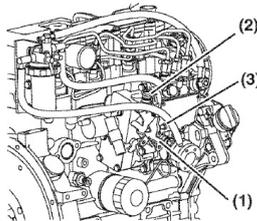

Abb. 47: Reglerhebel
Schritt 1: Sicherstellen, dass Reglerhebel (Abb. 47, Pos. 1) fest in Kontakt mit dem oberen Leerlaufanschlag (Abb. 47, Pos. 2) und der Begrenzungsschraube für die untere Leerlaufdrehzahl (Abb. 47, Pos. 3) steht, wenn die Motordrehzahlregelung in der vollen Drehzahl- oder niedrigen Leerlaufdrehzahlstellung ist.